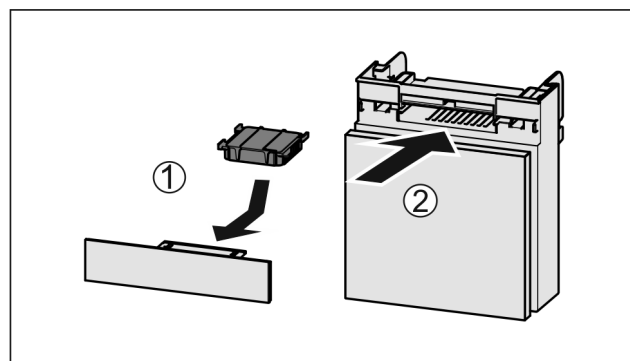

Fig. 115
- Поставете Fig. 115 (1) филтърът с активен въглен, както е показано на фигурата.
- Вкарайте Fig. 115 (2) отделението.